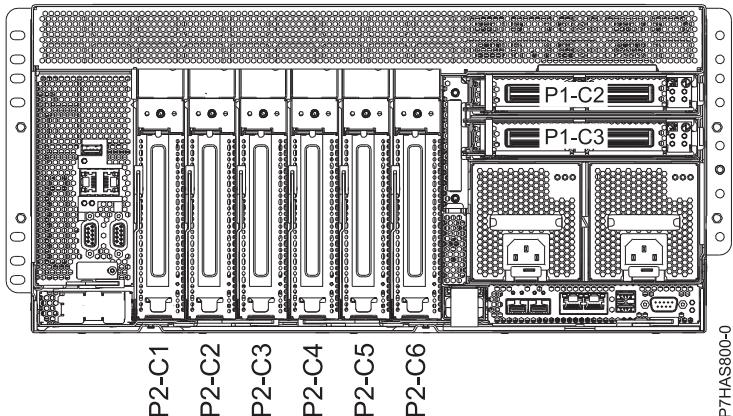

図1. ロケーション・コード付きシステム背面図
- GX アダプターはシステムの背面に位置する GX スロット P1-C2 または P1-C3 に取り付けられています。システム内の GX アダプター・スロットの位置については、3 ページの図 1 を参照してください。
- フィーチャー・コード (FC) 1808 (GX++ 12X DDR デュアル・ポート IB アダプター) および FC 1914 (GX++ 2 ポート PCIe2 x8 アダプター) は 8248-L4T、8408-E8D、または 9109-RMD システムでサポートされています。